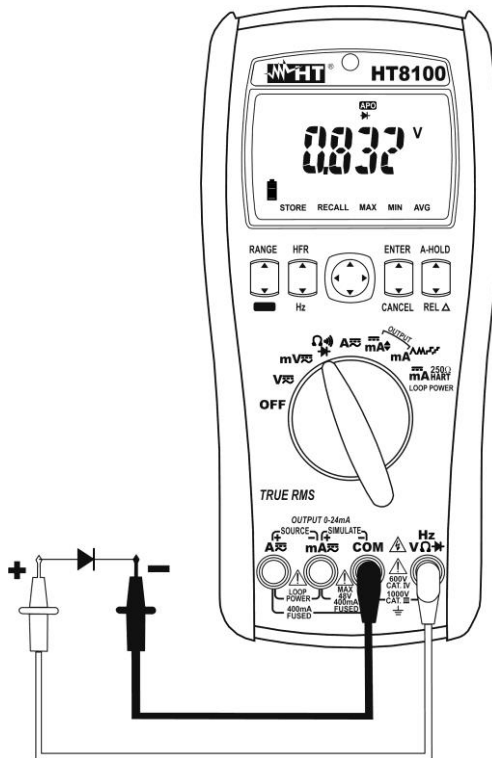

Abb. 7: Verwendung des Gerätes für Diodenprüfung
4. Stellen Sie die Messleitungen an den Enden der zu messenden Diode und dabei achten Sie auf die angegebene Polarität (siehe **Abb. 7-Abb. 7**):
- 5-6. Wenn das Gerät die Meldung "**OL**" anzeigt, sind die Klemmen der Diode invertiert mit Bezug auf die Angabe in **Abb. 7-Abb. 7** oder die P-N Verbindung der Diode ist beschädigt.